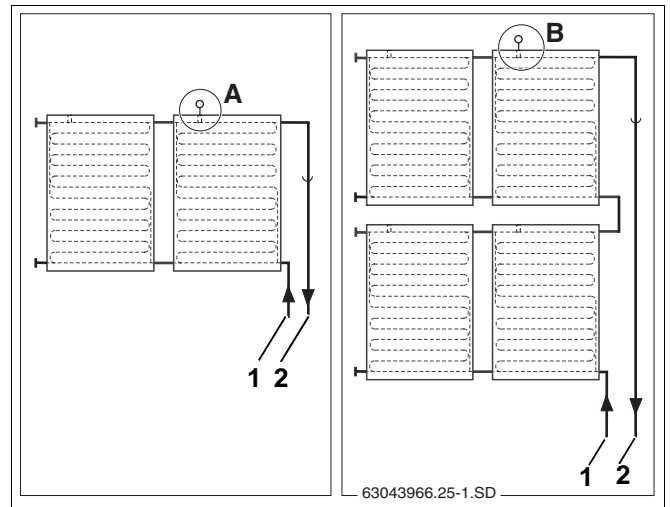

Bild 53 Monteringsplats temperaturgivare (schematisk framställning)
Observera monteringsplatsen vid en- resp. tvåradiga solpanelssystem (fig. 53).
Temperaturgivaren måste monteras i solpanelen med ansluten framledning (bild 53, **pos. 2**).
- Monteringsplats (bild 53, **pos. A**) vid enradiga solpanelssystem.
- Monteringsplats (bild 53, **pos. B**) vid tvåradiga solpanelssystem.